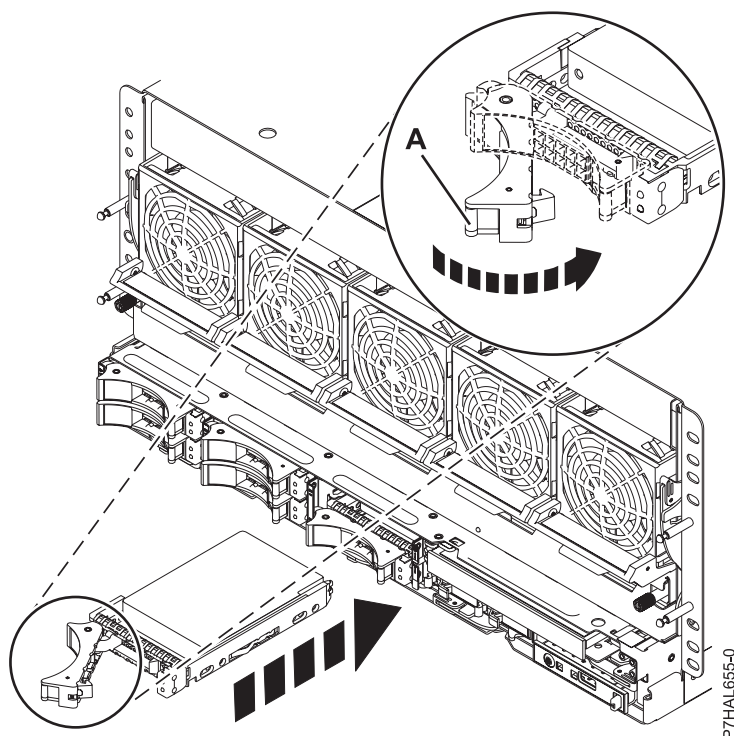

Figura 15. Instal·lació de la unitat de disc al sistema
5. Moveu la unitat fins al fons de la unitat del sistema o de la unitat d'expansió i pressioneu la nansa de la unitat **(A)** fins que quedi ben encaixada. Consulteu Figura 15 que mostra la instal·lació d'una unitat al sistema.